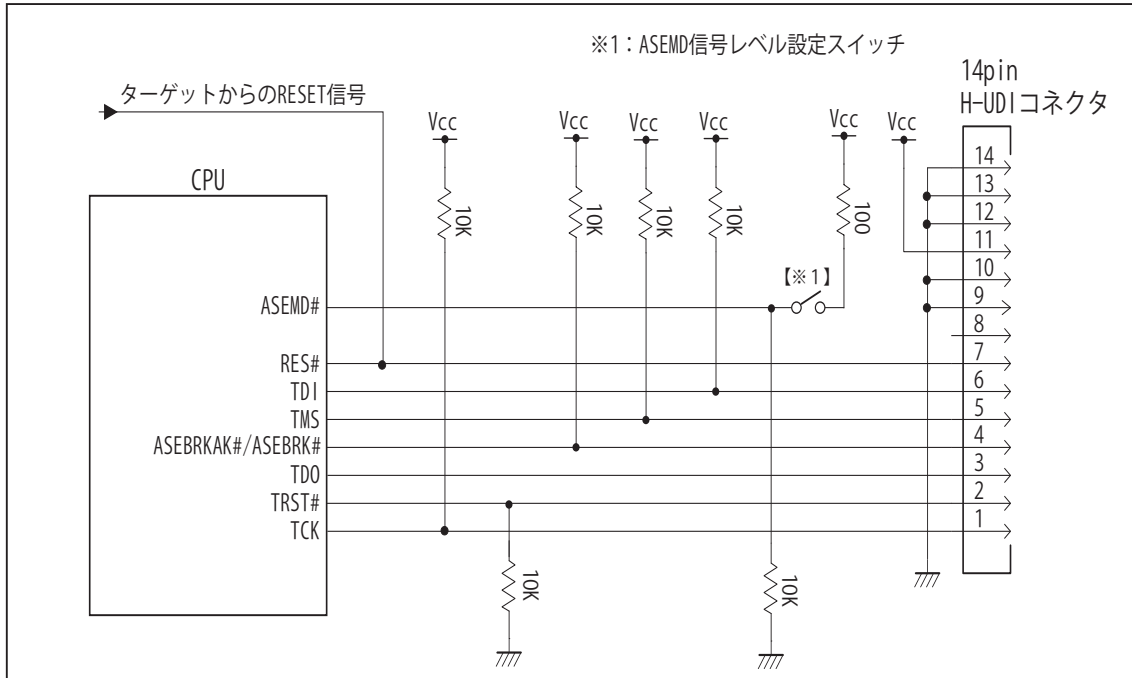

図 4. H-UDI コネクタ接続図
- ・図 4 に記載されている抵抗値は参考値です。
- ・エミュレータ接続時、ASEMD 端子を Hi レベルにする必要があります。図 4 の回路では、スイッチを ON にすることにより ASEMD 端子を Hi レベルにしています。エミュレータを使わずに動作させる場合は、Low レベルにして下さい。
- ・ エミュレータ接続時、ASEMD 端子を Hi レベルにする必要があります。図 4 の回路では、スイッチを ON にすることにより ASEMD 端子を Hi レベルにしています。エミュレータを使わずに動作させる場合は、Low レベルにして下さい。